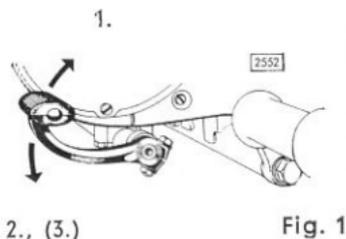

Fig. 1
- Schalten der Gänge (Ausführung mit Fußschaltung) beim MS/VS-, VSD- und R-Motor (Fig. 1).